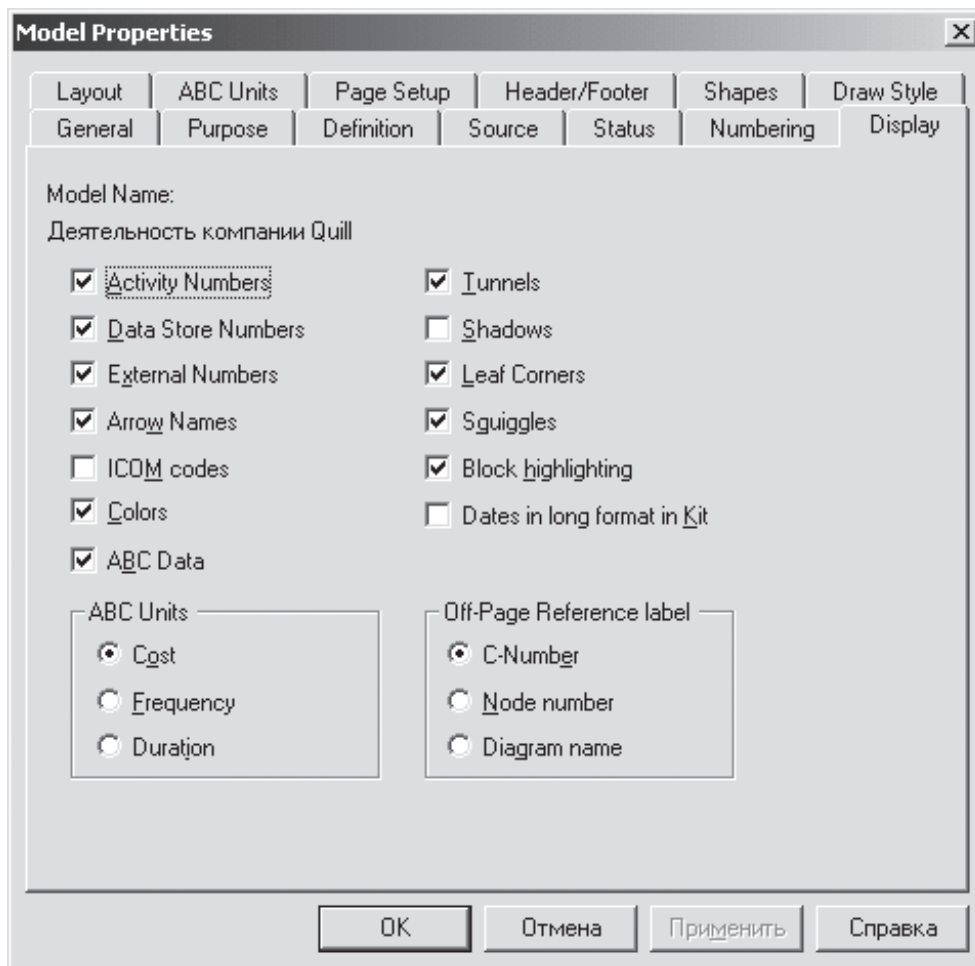

Рис. 9.2. Вкладка Display диалога Model Properties
- Для отображения стоимости каждой работы в нижнем левом углу прямоугольника перейдите в меню Model/Model Properties и во вкладке Display диалога Model Properties включите опцию ABC Data (рис. 9.2).